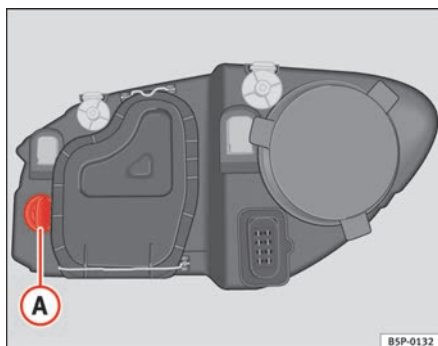

Abb. 178 Glühlampe für Blinker
- Die Fassung ⇒ Abb. 178 **A** nach links drehen und ziehen.